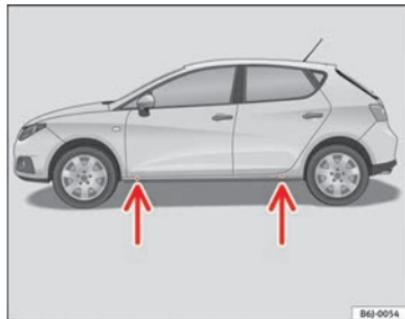

Fig. 149 Puntos de apoyo del gato
- Busque en el larguero inferior del vehículo el punto de apoyo mas cercano a la rueda pinchada ⇒ fig. 149.
En el larguero inferior van marcados los lugares en los que se puede apoyar el gato ⇒ fig. 149. Se ha previsto un lugar para cada rueda. El gato no debe colocarse en otros lugares.